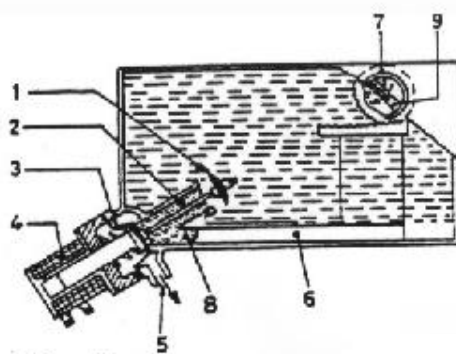

Fig.41
Depósito abrillantador Este depósito está representado en la Fig. 41. La visualización del nivel del líquido abrillantador se observa a través del visualizador (9). Si el recipiente está lleno, es decir hasta que rebose en el visualizador aparece un círculo negro (Fig. A), a medida que disminuye el nivel va disminuyendo también dicho círculo (Fig. B) y desaparece cuando el depósito está vacío (Fig.C).